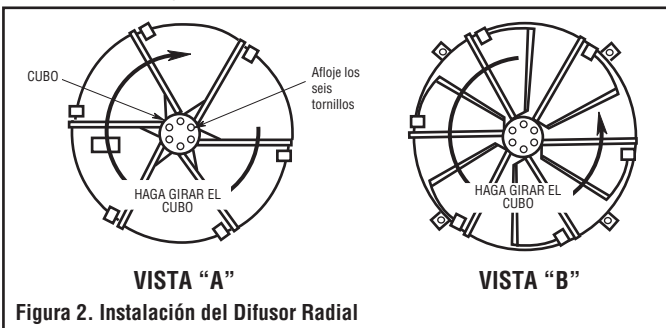

Figura 2. Instalación del Difusor Radial
2. Afloje los seis tornillos del cubo del difusor radial hasta que las aspas se muevan libremente (Estudie la Figura 2, Vista A).
4. Inserte las varillas de las aspas dentro de los agujeros correspondientes en la sección vertical mientras hace girar el cubo del difusor radial en contra del sentido de las agujas del reloj. (Estudie la Figura 2, Vista B).
3. Si usa un difusor mediano (-M), deje deslizar el anemostato dentro de la sección vertical y asegúrelo con tuercas, separadores y tres pernos No. 10-32 x 3/4" (19mm). (Estudie la Figura 2, Vista B).